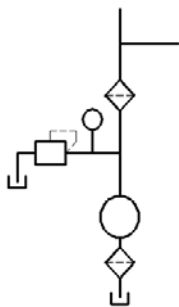

图 17.8.18 绘制直线(四)
(1) 绘制图 17.8.18 所示的两条直线。
① 确认状态栏中的  (正交模式) 按钮处于显亮状态。
② 用  **绘图(L)**   **直线(L)** 命令, 绘制图 17.8.18 所示长度值为 60 的垂直直线。
③ 按 Enter 键以重复“直线”命令, 以步骤②绘制的垂直直线的中点为起点, 绘制长度值为 55 的水平直线。绘制的直线如图 17.8.18 所示。